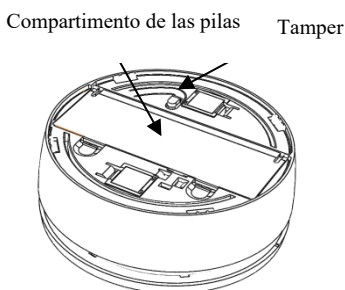

Figura 7
3. Envíe un mensaje de asignación pulsando el botón del tamper (*ver la Figura 7*) durante al menos 3 segundos (o conecte el detector al soporte de montaje) hasta que el sistema indique que ha detectado el mensaje de asignación.